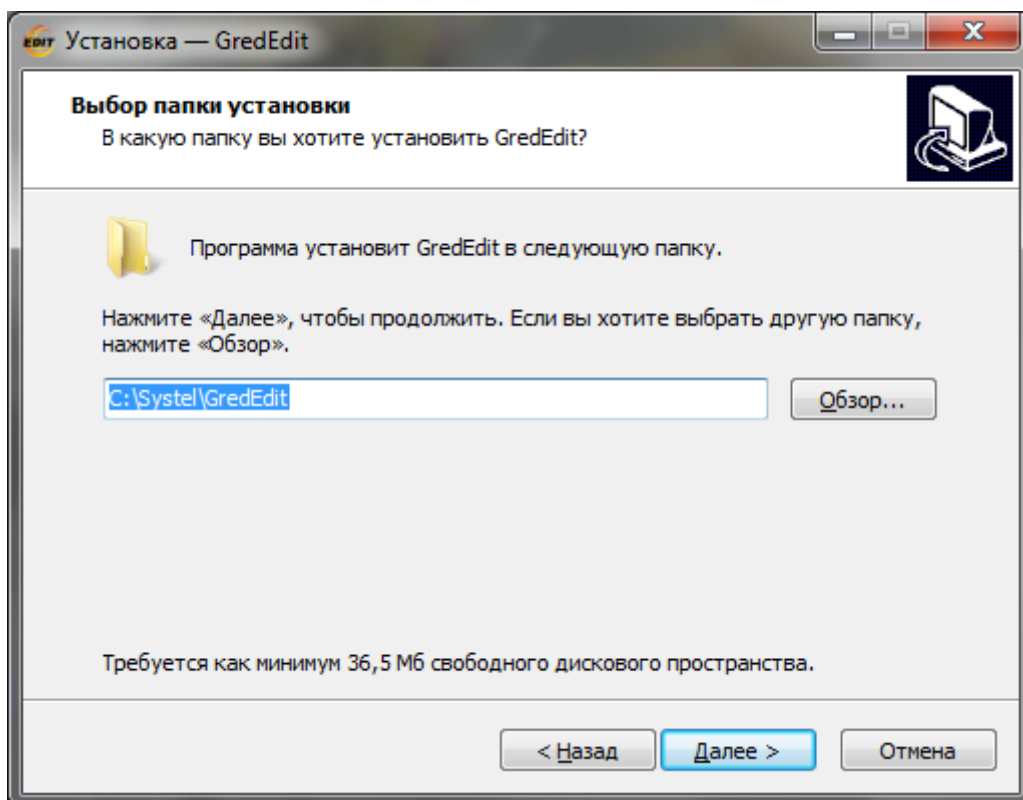

Рисунок 3.5 – Окно **«Выбор папки установки»**
4. Выбрать путь для установки редактора с помощью кнопки **«Обзор...»**, либо оставить путь, указанный по умолчанию (Рисунок 3.5). Нажать кнопку **«Далее»**.